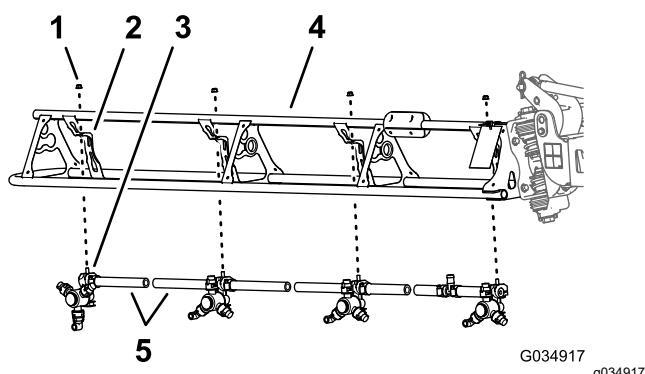

Рисунок 67
1. На наружной секции стрелы перережьте шланг между двумя распылительными соплами (Рисунок 67).
2. Отверните фланцевую контргайку (5/16 дюйма), которая крепит распылительное сопло к опоре сопла (Рисунок 67).